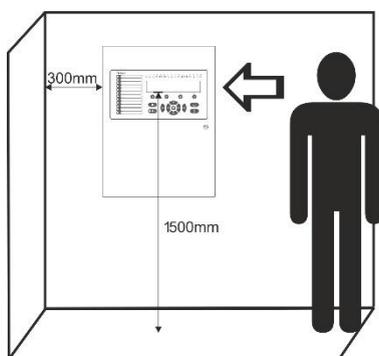

Figure 1
- Choisissez le meilleur endroit dans le local pour positionner la centrale (Figure 1), loin d'appareils de chauffage, trop de poussière, inaccessible à l'eau, température ambiante entre -5°C et +40°C. Attention : Le panneau n'est pas étanche !